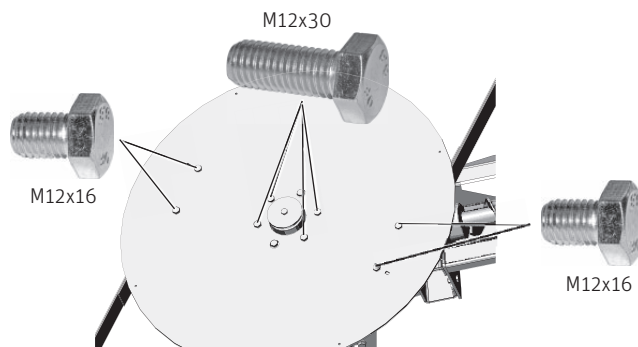

Fig. 171 Applicare il piatto dell'agitatore e fissarlo
- ▶ Applicare il piatto dell'agitatore e fissarlo all'esterno con 4 viti a testa esagonale M12x16 e all'interno con 4 viti a testa esagonale M12x30 – Fig. 171.